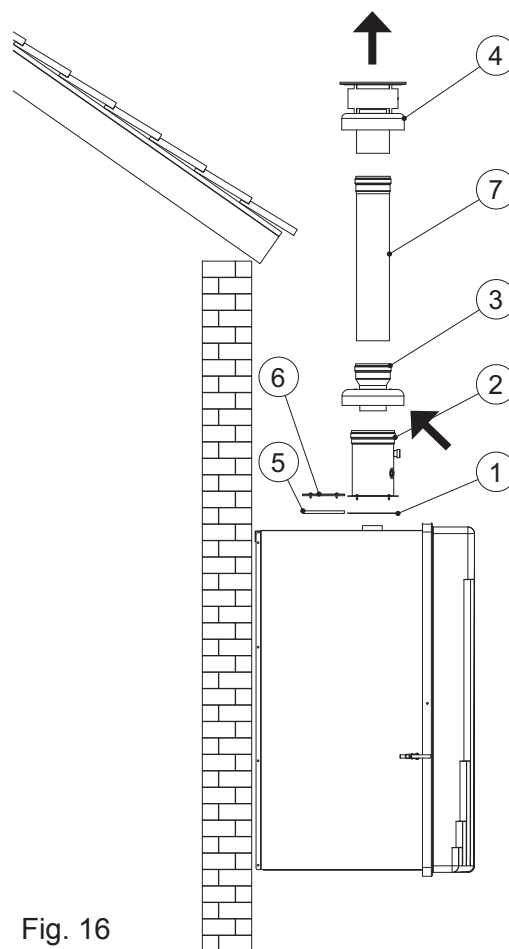

Fig. 16
- fissare il terminale di aspirazione nell'apposita sede interponendo la guarnizione di tenuta utilizzando le quattro viti date in dotazione (Fig. 16);
- la configurazione finale deve rispettare lo schema di Fig. 16;